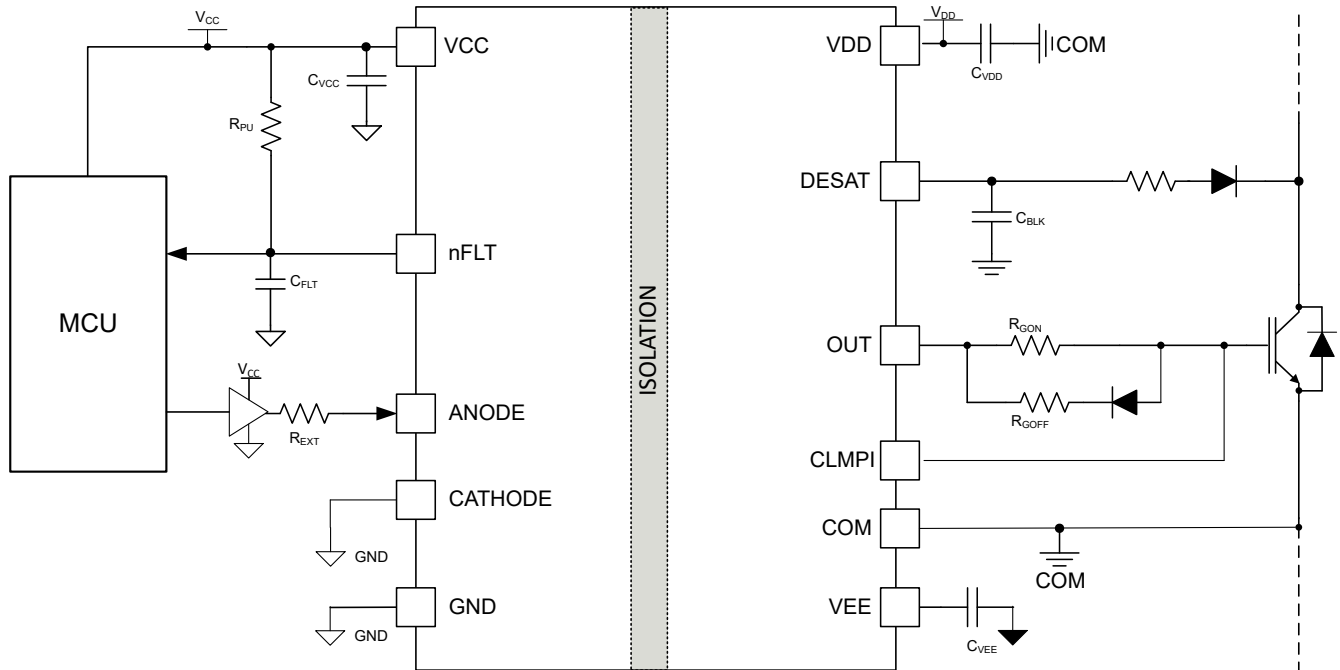

図 7-1. 代表的なアプリケーション回路図
**図 7-1** に示す  $R_{GOFF}$  と直列に接続されたダイオードは、ターンオン時およびターンオフ時に、それぞれゲート駆動電流が意図した経路を流れるようにします。ダイオードの順方向降下により、パワー スイッチのゲートの電圧レベルが低下することに注意します。レール ツー レールのゲート電圧レベルを実現するには、 $V_{OUT}$  ピンとパワー スイッチ ゲートの間に抵抗を追加し、抵抗値を  $R_{GOFF}$  の約 20 倍にします。このセクションで説明する例では、100Ω~200Ω を選択することをお勧めします。